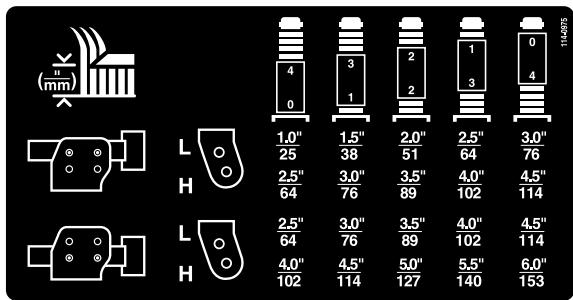

図 28
2. キャスタホイールのアクスルをキャスタフォークの上穴または下穴にセット(全部のキャスタフォークで同じ穴に統一)する。刈高と使用する穴との関係はチャート(図 28)にて確認する。